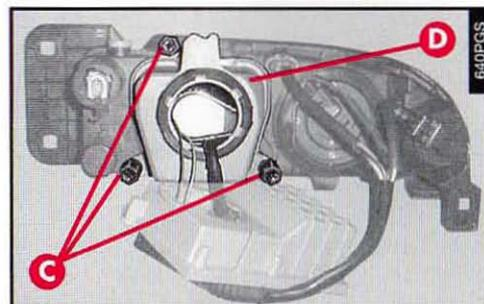

fig. 42
– Dévisser les écrous (**C-fig. 42**) et enlever le couvercle (**D**).
– Monter le couvercle (**D-fig. 42**) et le fixer à l'aide des écrous (**C**).